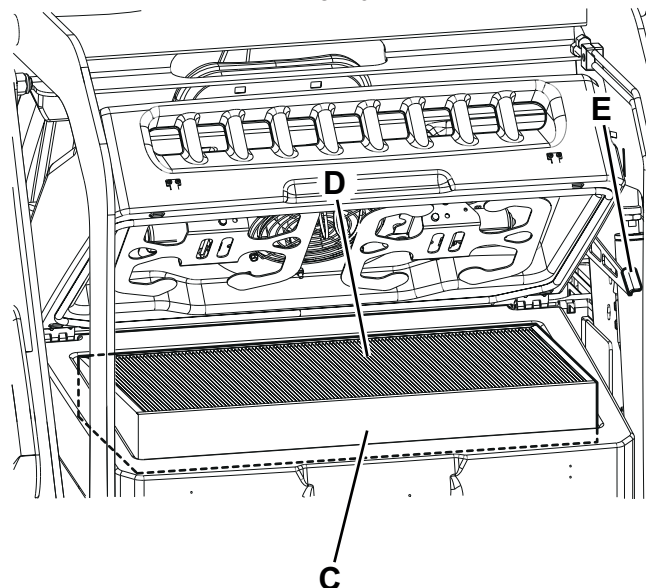

Рис. 17
4. Поднимите пылевой фильтр (С, Рис. 17) и извлеките его из машины.
- Установите фильтр проволочной сеткой вверх (D, Рис. 17).